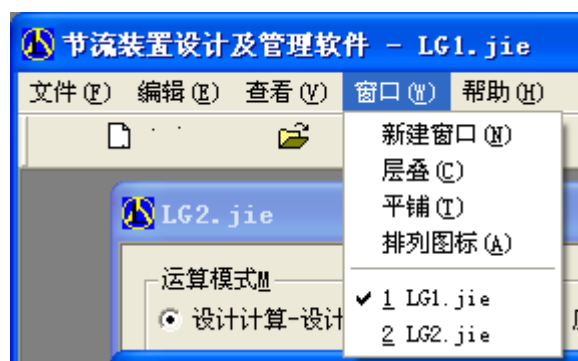

图 8 窗口(W) 子菜单
窗口(W) 子菜单见图 8
窗口(W) 子菜单用于多个设计计算文档在软件界面窗体上的位置布置。图 8 所示的软件开了 2 个设计计算文档“LG1”及“LG1.jie”，当前的文档是“LG1.jie”，所以在窗口(W) 子菜单的“LG1.jie”标题前打有“√”。